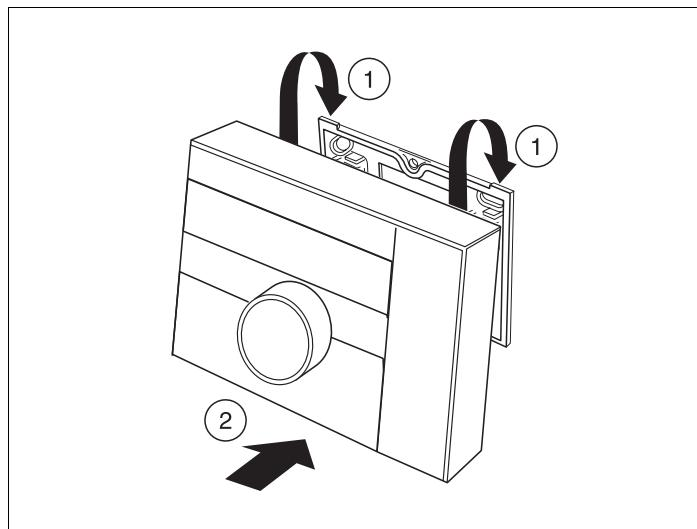

Рис. 7 Установка комнатного регулятора RC10
- Установить комнатный регулятор RC10 сверху на монтажную пластину по направлению стрелок (рис. 7, **поз. 1**).
- Нажать на регулятор RC10 внизу до щелчка, как это показано стрелкой (рис. 7, **поз. 2**).
- Разблокировать комнатный регулятор RC10 на нижней стороне (рис. 7, **поз. 2**) и снять его вверх.